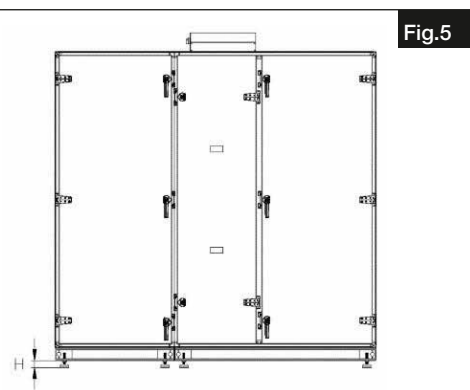

Fig.5
Les centrales AIR1 XH disposent de pieds réglables. Avant de procéder au montage, il convient de s'assurer que l'appareil est placé sur une surface plane. La hauteur des pieds doit être ajustée pour mettre l'appareil de niveau. La hauteur (H) ne doit pas excéder 90 mm (voir Fig.5).